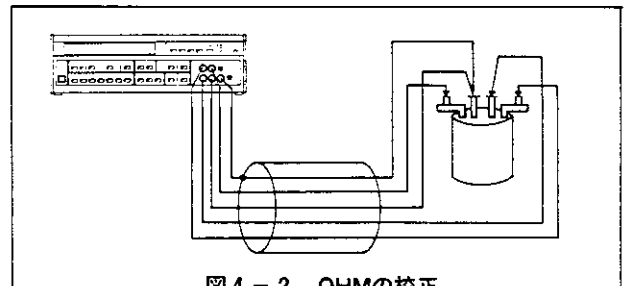

図4-2 OHMの校正
2. 本器の入力端子**INPUT(A)**と標準抵抗器を〔図4-2〕に示しますように接続します。